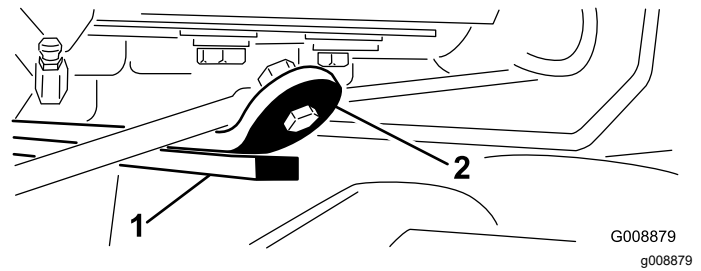

図 28
3. エンジンを始動し、昇降アームを上昇させて、後カッピングユニット上部にあるウェアバーとバンパーストラップとの間のすき間が図 28のように0.51-2.54mm になっていることを確認する。